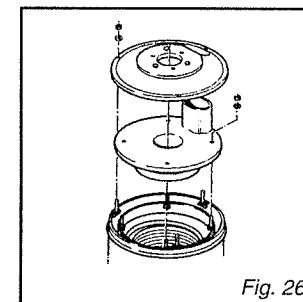

Fig. 26
2) Togliere il coperchio della camera ed il coperchio della caldaia svitando le viti di fissaggio (fig.26).
2) Remove the chamber cover and the boiler lid unscrewing the retaining screws (fig. 26).
2) Enlever le couvercle de la chambre et celui de la chaudière en desserrant les vis de fixation (fig.26).
2) Die Deckel der Brennkammer und des Heizkessels abnehmen. Dazu die Befestigungsschrauben lösen (Abb. 26).
2) Quitar la tapa de la cámara y la tapa de la caldera desenroscando los tornillos de fijación (fig.26).